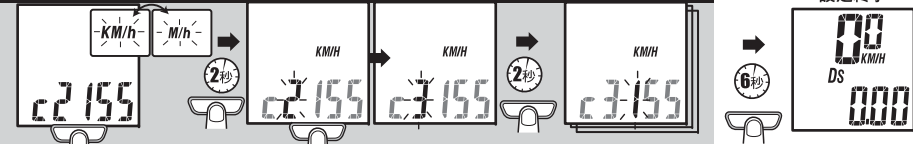
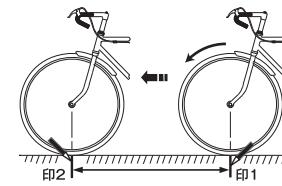

図5 車輪周長の測り方
図6 車輪周長早見表
- 初期設定は2,155mmになっています。図5のように車輪周長を測るか、図6の早見表を参照ください。